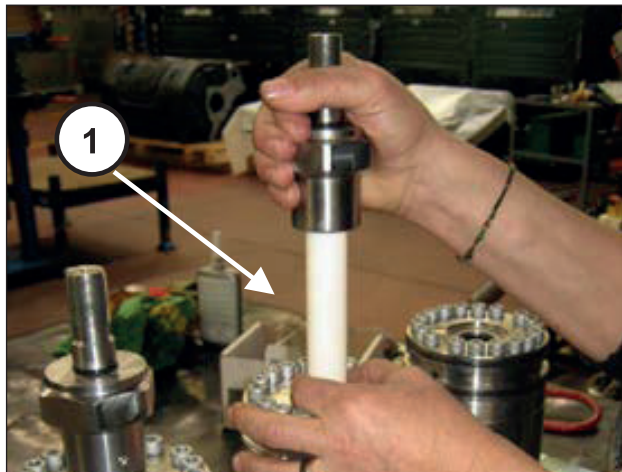
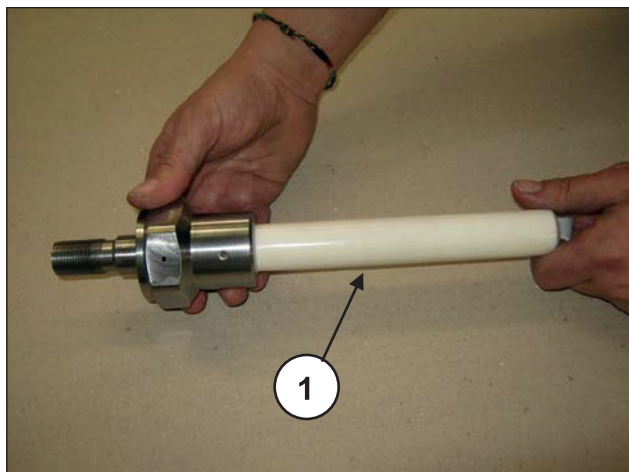

Fig. 186
Fig. 187
Desmontar las bombas extrayéndolas a mano de las camisas (pos. ①, Fig. 186) y controlar su desgaste (pos. ①, Fig. 187). Sustituirlos si es necesario.